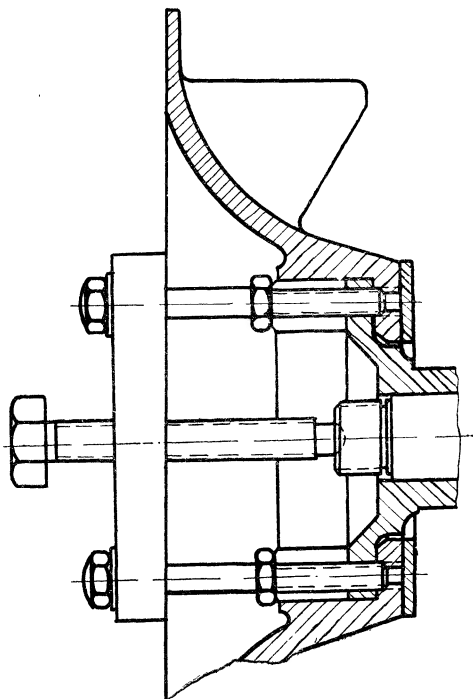

Рис. 20. Снятие полумуфты с вентилятором
4. Расконтрить стопорную шайбу 9, отвернуть гайку 8 и съемником (рис. 20), имеющимся в ЗИПе, снять полумуфту 7 с вентилятором.